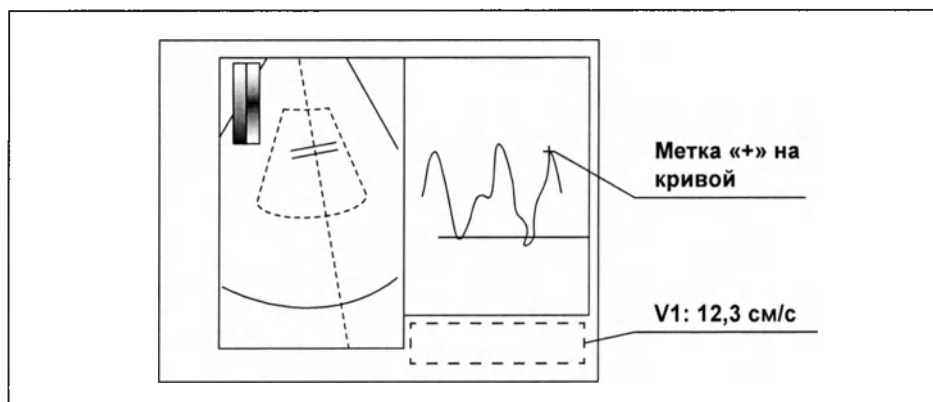

Рисунок 8.49
- 4 Измерение начнется автоматически, когда метка переместится на форму сигнала импульсно-волнового доплера. Результат измерения появится в области отображения результатов измерения. На рис. 8.49 показан пример, когда мгновенная скорость потока в точке измерения равна 12,3 см/сек.